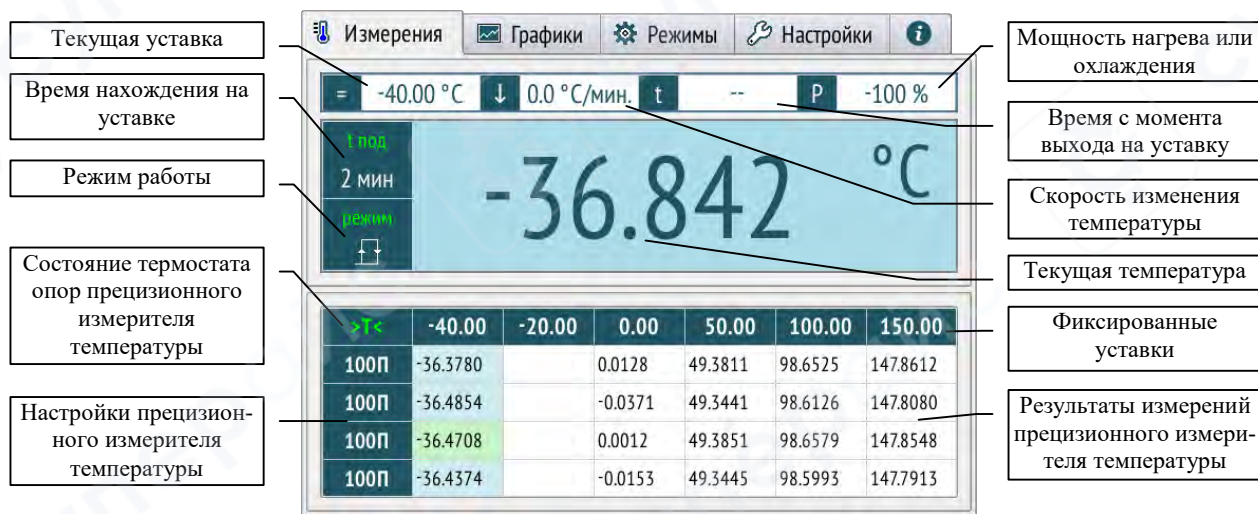

Рис. 3
4.3.3 Приблизительно через одну минуту после включения питания калибратор перейдет на вкладку «Измерения». Рис. 3. Вкладка «Измерения» является основной рабочей вкладкой прибора.